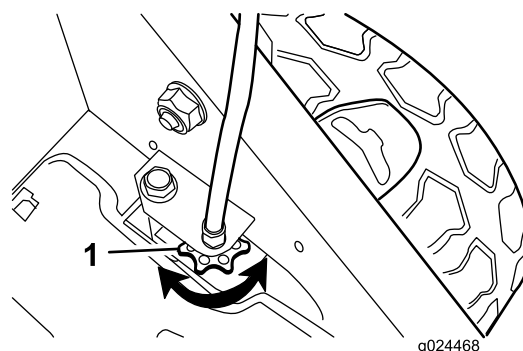

Figura 27
- Se as rodas não rodarem quando engata a barra de transmissão autopropulsora, a correia de tração está solta. Rode o manípulo de controlo da transmissão das rodas (Figura 27) uma volta para a direita e repita os passos 4 a 6.